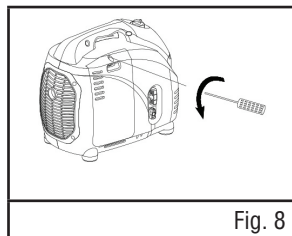

Fig. 8
- Au moyen d'un tournevis, enlevez le panneau latéral pour exposer l'orifice de remplissage d'huile. Voir la figure 8